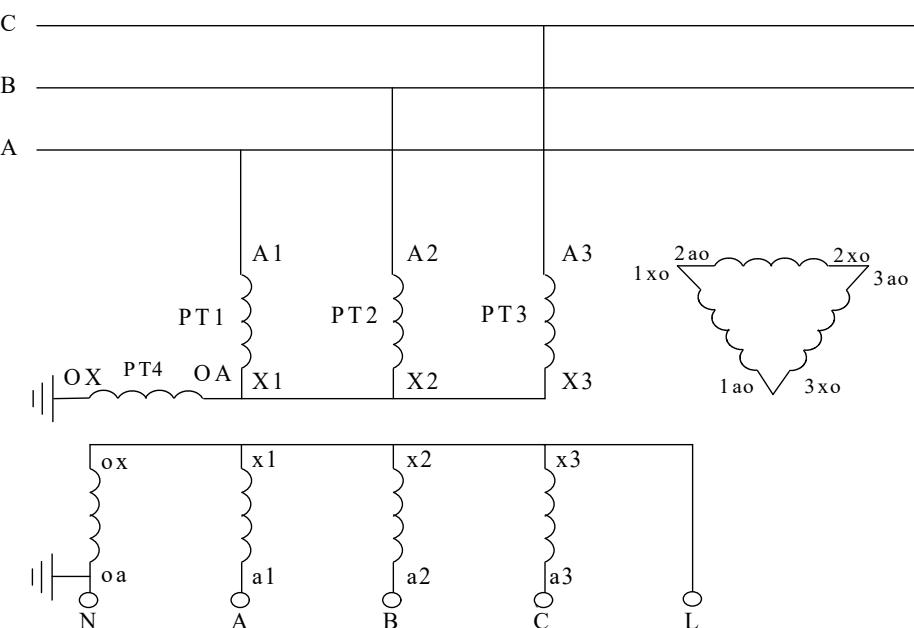

图 8 4PT 连接方式 1
大部分变电站中的 4PT 的连接方式有两种接法，分别如图 8 和图 9 所示。对于图 8 中这种 4PT 的接线方式，组成星形的三个 PT 的开口三角侧被短接，系统零序电压由第四个 PT 的测量线圈来测量，各相电压分别从 A-N、B-N、C-N 端测量。这种接线方式下，系统单相接地时 N-L 端的电压为 57.7V。
在图 8 和图 9 中，测量信号都是从 N-L 端注入。
在图 8 中，零序 PT（即第 4 个 PT）的二次零序绕组是 ox-oa 绕组，其电压通常为 $100/\sqrt{3}$ (V)，则测量时 PT 变比为 $\frac{U_L}{\sqrt{3}}/\frac{100}{\sqrt{3}}$ 。这种接线方式和变比下，对应于测试仪的“PT 方式”中的“4PT”方式。也就是说，如果接线方式如图 8 所示，则在测量电容电流前必须将“参数设置”屏幕中的“PT 方式”设置为“4PT”。